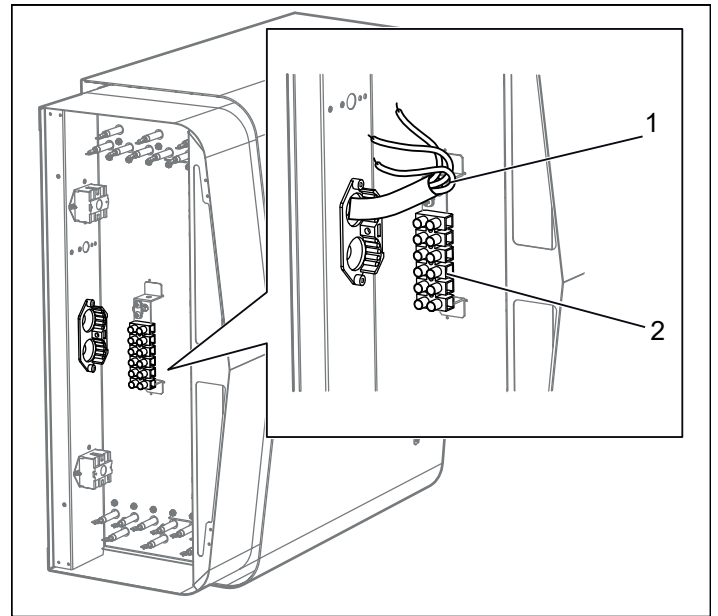

Fig 10: Raccordement électrique
2. Raccordez le câble électrique (voir figure 10), en suivant le schéma de raccordement (voir la section Schéma de raccordement/branchement, figure 17-24).